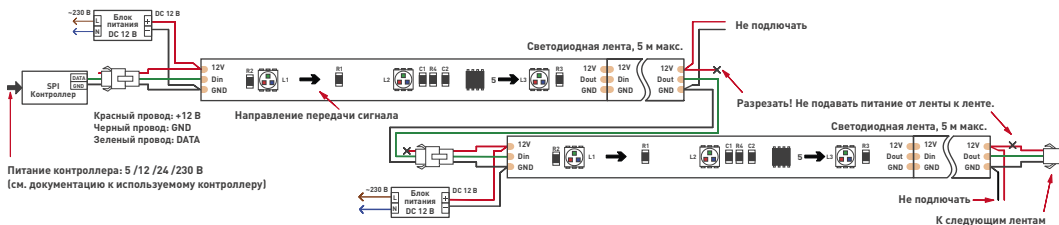

Рис. 1. Схема подключения ленты SPI 2-5000 и SPI 2-5000SE.
- Подключите ленту по схеме Рис. 1 или Рис. 2 в соответствии с типом ленты, соблюдая полярность и маркировку проводов. При подключении лент и соединении отрезков учитывайте направление передачи цифрового сигнала, указанное стрелкой на ленте. Вход сигнала управления имеет обозначение «Din», выход - «Dout». Для подключения используйте коннекторы из комплекта поставки. Руководствуйтесь маркировкой, нанесенной на ленту (см. таблицу), маркировкой на контроллере и информации, приведенной на Рис. 3 и Рис. 4.
- Подключите ленту согласно используемой схеме (Рис. 1 или Рис. 2), соблюдая полярность.